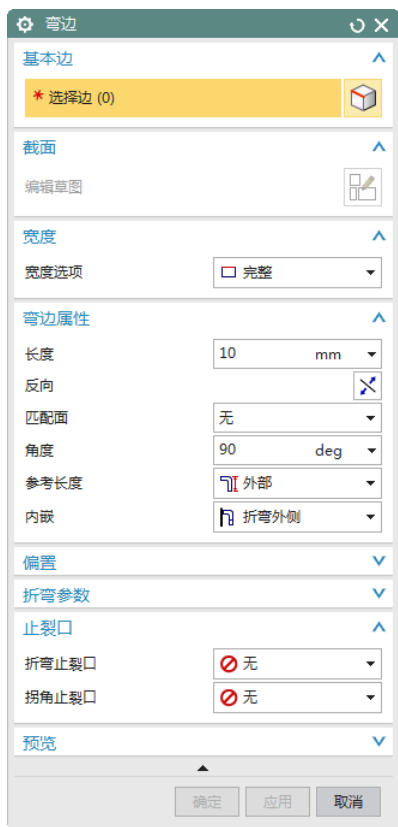
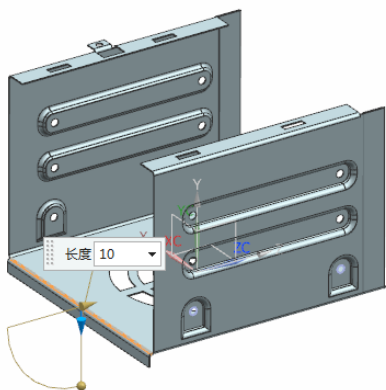

图 7-144 “弯边”对话框
图 7-145 选择弯边
(1) 选择“菜单(M)”→“插入(S)”→“折弯(N)”→“弯边(F)...”，或者单击“主页”选项卡“折弯”面组上“弯边”按钮，打开如图 7-144 所示“弯边”对话框。
(2) 设置“宽度选项”为完整，“长度”为 10，“角度”为 90，“参考长度”为“外部”，“内嵌”为“折弯外侧”，在“止裂口”列表框中的“折弯止裂口”和“拐角止裂口”下拉列表框中选择“无”。
(3) 选择弯边，同时在视图区预览显示所创建的弯边，如图 7-145 所示。